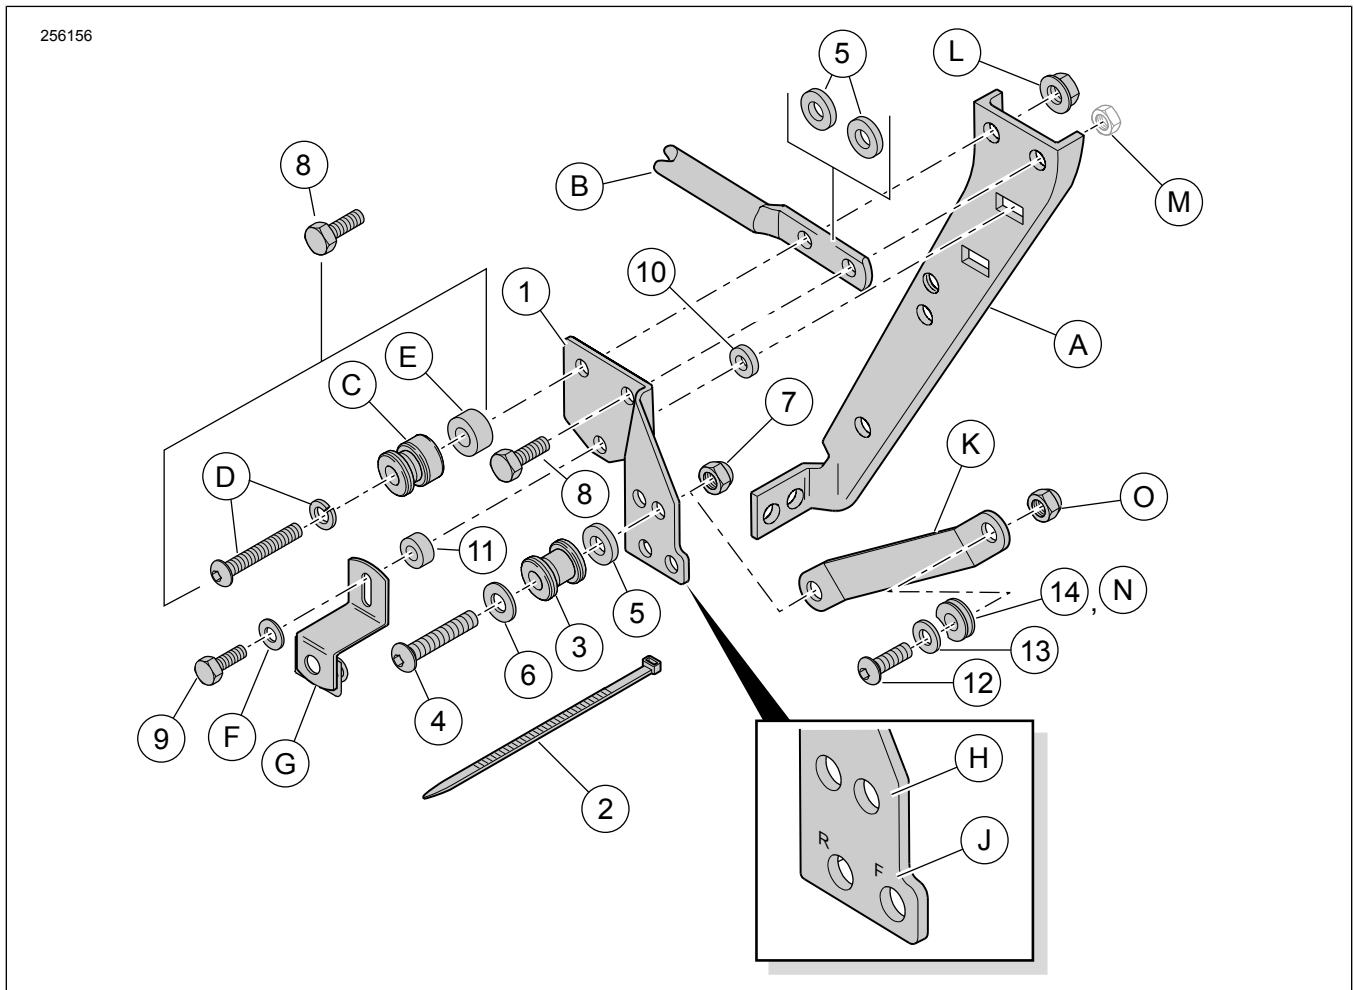
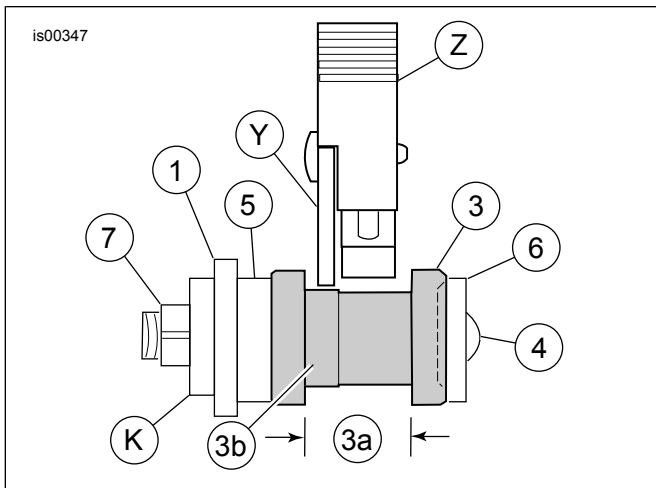

Figura 1. Contenido del kit: Kit de acoplamiento delantero instalado solo
Figura 7. Alineación correcta del punto de acoplamiento del pestillo
Ver Figura 1 . Las piezas de soporte de montaje del punto delantero de acoplamiento (1) son específicas de cada lado. Las letras estampadas cerca de los agujeros inferiores deben mirar hacia afuera e identificar las posiciones delantera (F) y trasera (R).
2. **Sin kit de acoplamiento trasero:** Consultar Figura 1 . Instalar la pieza de soporte de montaje de la siguiente manera:
- a. Instalar un tornillo largo de 5/16-18 x 1 pulgadas (25 mm) (8) en ambos agujeros superiores.
- b. Instalar un espaciador grueso de 1/8 pulgadas (3,2 mm) (5) en cada tornillo, entre la pieza de soporte de montaje (1) y la Equipo original (OE) pieza de soporte del soporte de la alforja (A).
Consultar Figura 1 . Instalar la pieza de soporte de montaje de la siguiente manera:
- a. Instalar un tornillo largo de 5/16-18 x 1 pulgadas (25 mm) (8) del kit de acoplamiento delantero (53803-06) en el agujero delantero superior de la pieza de soporte (1), y a través de la parte delantera de la pieza de soporte (B) del kit de acoplamiento trasero (53804-06), ubicado entre la pieza de soporte de montaje (1) y la pieza de soporte del soporte de la alforja del equipo original (A).
- b. Instalar un tornillo largo de 5/16-18 x 2-1/4 pulgadas (57 mm) y una arandela de seguridad (D), un punto de acoplamiento (C) y un espaciador grueso de 0,386 pulgada (9,8 mm) (E) del kit de acoplamiento trasero (53804-06) en el agujero trasero superior de la pieza de soporte (B) del kit de acoplamiento trasero (53804-06), ubicado entre la pieza de soporte de montaje (1) y la pieza de soporte del soporte de la alforja del equipo original (A).
4. Ver Figura 1 y Tabla 2 . Instalar el montaje de la alforja trasera.
- a. Insertar un tornillo de 1/4-20 (elemento 9, de 1 o 7/8 pulgadas según el modelo) a través de la arandela (F) y la ranura en la pieza de soporte de montaje de la alforja (G).
- b. **Para los modelos FLHR, FLHT o FLTR:** insertar las roscas a través del agujero inferior de la pieza de soporte de montaje (1), directamente debajo de los tornillos colocados previamente.
- c. **Para los modelos FLHRC o FLHRS:** Colocar un espaciador grueso de 9/16 pulgadas (14,3 mm) (11) en las roscas del tornillo e insertar las roscas a través del agujero inferior de la pieza de soporte de montaje (1), directamente debajo de los tornillos colocados previamente.
- d. Colocar un espaciador grueso de 1/8 pulgadas (3,2 mm) (10) sobre las roscas del tornillo e insertar las roscas a través de la pieza de soporte del soporte de la alforja (A) y en la tuerca presilla. Apretar.
- 7. Vea Figura 7 y Figura 1. Colocar una arandela (6) en las roscas de un tornillo cabeza de botón (4) de este kit.
- 8. Colocar un punto de acoplamiento (3), con la orientación que se muestra, en las roscas del tornillo, seguido por un espaciador (5).
- a. **Para los modelos 1994-1996:** A través del agujero que está más atrás (H) en la pieza de soporte de montaje (1).
- b. **Para los modelos 1997 y posteriores:** A través del agujero que está más adelante (H) en la pieza de soporte de montaje (1).
- c. Insertar las roscas de los tornillos a través de un agujero más grande en la pieza de soporte (53805-99, elemento K, parte de la rejilla o kit vertical de Barra Sissy) y ajustar sin apretar con la tuerca de seguridad (7).